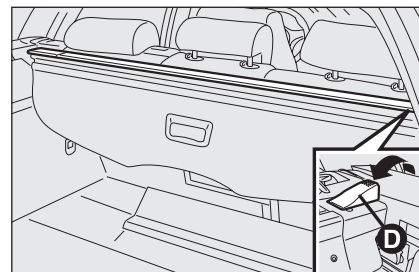

fig. 22
ATTENZIONE Per togliere la tendina arrotolarla e verificare che anche la rete di separazione abitacolo (ove prevista) sia arrotolata (vedere paragrafo seguente), quindi sollevare verso l'alto la leva **D-fig. 22**. Sollevare e sfilare la tendina dal bagagliaio.
- ☐ mantenendo la leva **D-fig. 22** sollevata inserire la tendina nell'apposita sede sul lato destro;